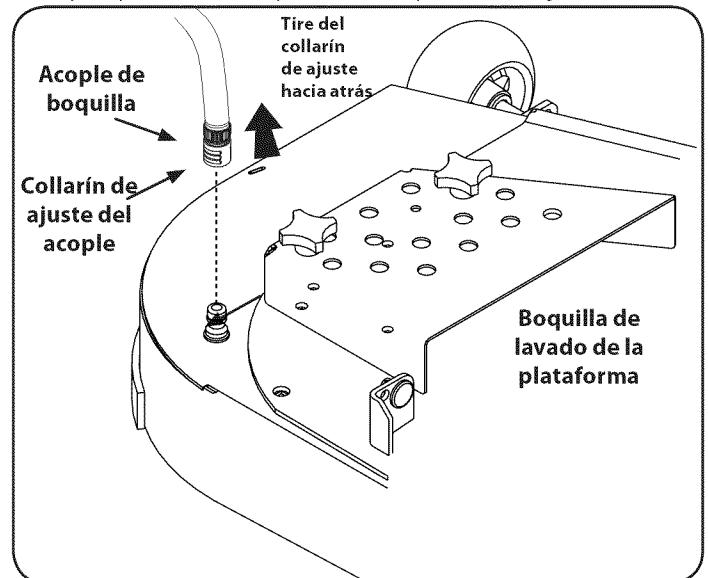

Figura 31
3. Tire hacia atrás el collarín de ajuste del adaptador del pico y empuje el adaptador hacia uno de los picos de lavado de plataforma de cualquiera de los dos extremos de la plataforma de corte. Suelte el collarín de ajuste para trabar el adaptador en la boquilla. Vea la Figura 31.